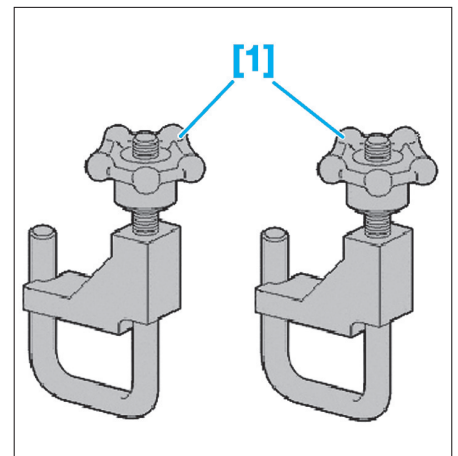

Fig. 12
- [1]. Pince-durits (réf : 1512) (Fig.12).